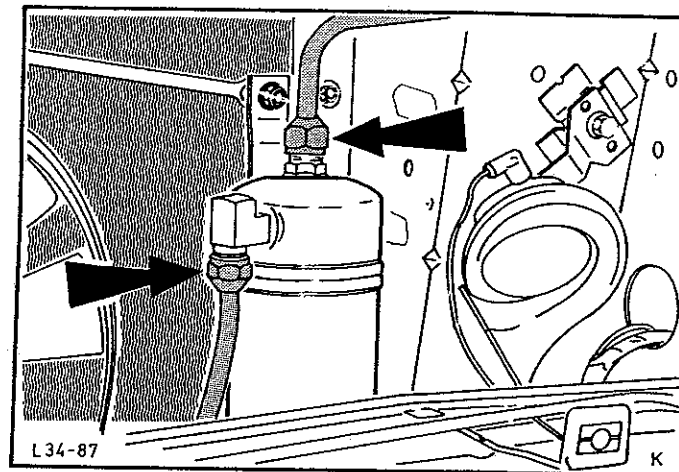

Abb.46 Verbindungsleitungen vom Trockner abbauen
3. Verbindungsleitungen vom Trockenfilter abbauen, Abb.46, und Trockenfilter vom Kondensator abbauen (2 Muttern).